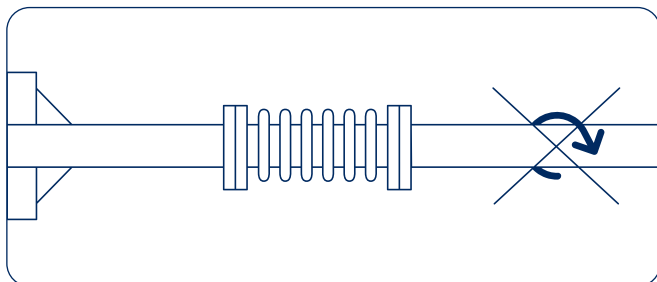

Bild 1
- Übermäßige Bewegung sowie Torsion (Verdrehung) unbedingt während Montage und Betrieb (Bild 1) vermeiden.